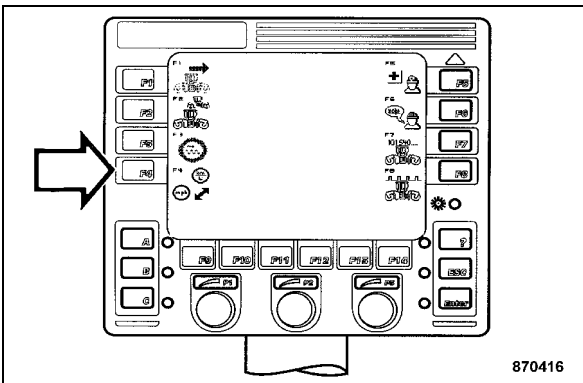

fig. 79
- Appuyer sur la touche "F4" (fig. 79).